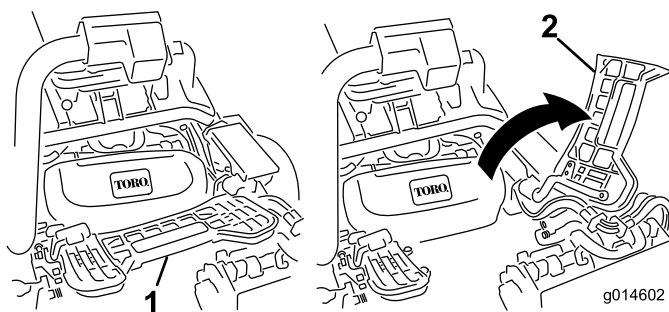

Figura 12
7. Per installare l'apparato di taglio centrale, sollevate il poggiapiedi e ruotatelo, per consentire l'accesso alla posizione dell'apparato di taglio centrale (Figura 12).